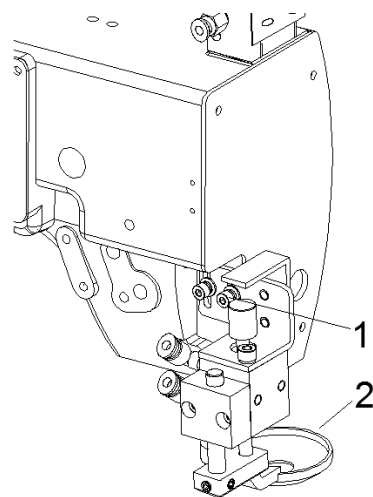

图 4-10
- (1)、点击触摸屏上压脚图标，让辅助压脚<2>处于压下状态；
- (2)、旋松螺钉<1>（2 颗），调整辅助压脚<2>使其底面与针板的距离为 3mm（可根据模板与缝料的厚度适当增减），拧紧螺钉<1>。如图 4-10 所示。